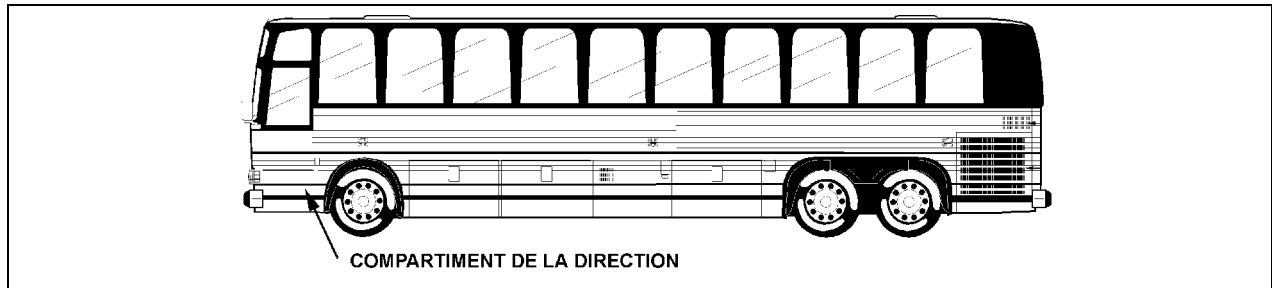

FIGURE 2 : COMPARTIMENT DE LA DIRECTION
1. Ouvrir la porte du compartiment de la direction (figure 2).